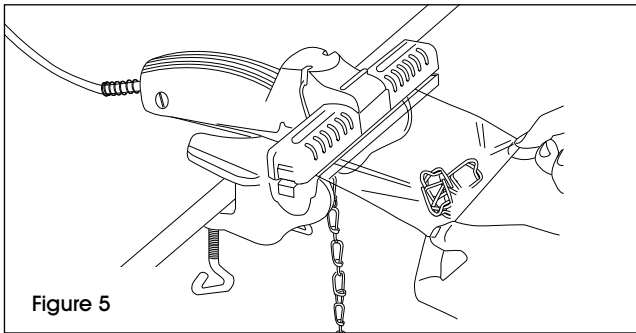

Figure 5
2. Once the unit is warmed up, insert bag into the mouth of the sealer and apply pressure to the foot pedal to seal the bag. (See Figures 5 and 6)
2. Lorsque l'appareil est chauffé, insérez le sac dans la fente avant de la scelleuse et exercez une pression sur la pédale pour sceller le sac. (Voir Figures 5 et 6)